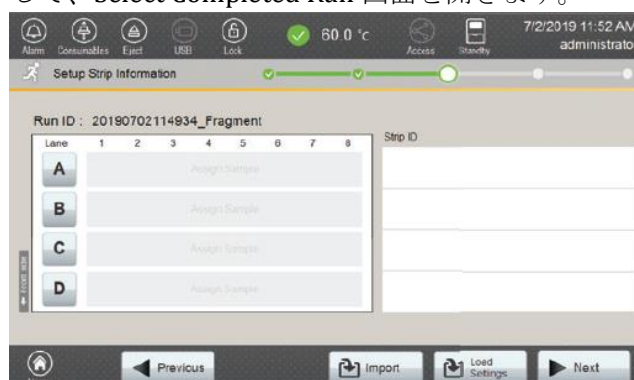

図 71 Setup Strip Information 画面
1. **Setup Strip Information** 画面（図 71）の下にある **Load Settings** を選択して、**Select Completed Run** 画面を開きます。
4. Setup Strip Information 画面の **Next** を押してください。(図 71)
5. Setup Strip Information 画面（図 71）の **Next** を選択します。
7. Setup Strip Information 画面の **Next** を選択します。(図 71)